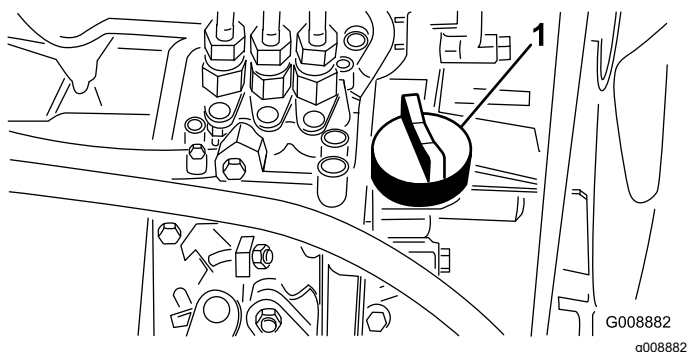

**Figura 27**
2. Togliete l'asta di livello ed asciugatela con un panno pulito (Figura 27).